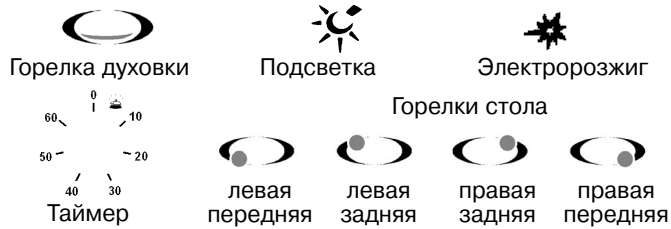

Рис. 6
7.1.1 Расположение горелок стола и условное обозначение показаны на рис. 6.